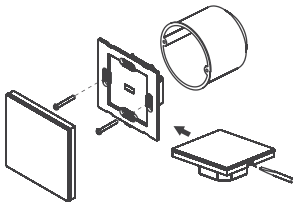

Рисунок 1. Установка панели.
- Аккуратно отделите лицевую панель от корпуса при помощи отвертки (Рис. 1).